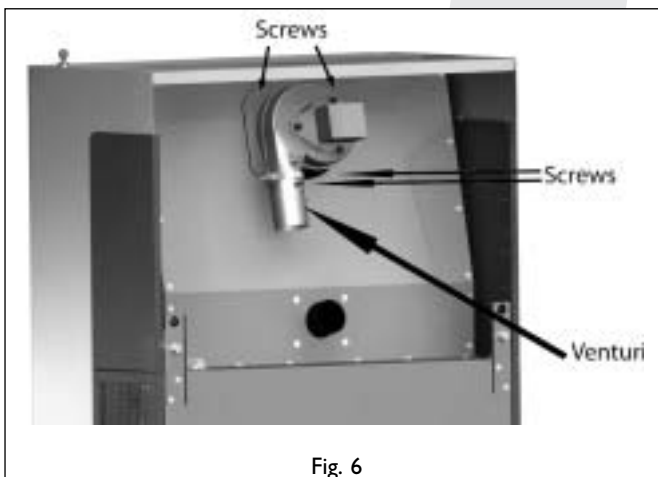

Fig. 6
- Faites glisser le conduit flexible d'évacuation sur le tuyau venturi qui est raccordé au ventilateur de combustion (voir la fig. 6).